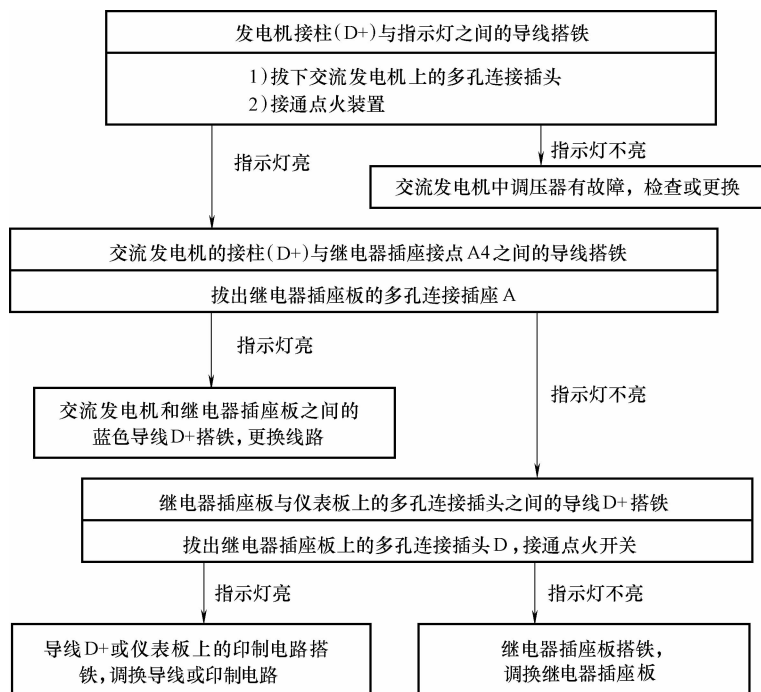

图 4-4 发动机运转但充电指示灯不熄灭故障的诊断与排除流程图
2) 发动机运转, 充电指示灯一直不熄灭的故障诊断与排除流程图, 如图 4-4 所示。